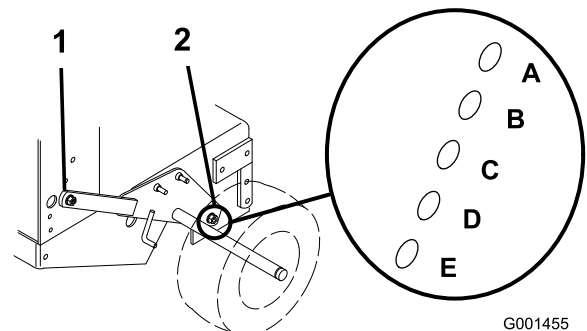

Figure 12
3. Desserrez, sans les enlever, les 2 boulons de pivot et les 2 boulons de réglage de l'essieu (Figure 12).
4. Placez un cric sous le bâti du moteur, au centre et à l'arrière. Soulevez l'arrière du bâti du moteur jusqu'à ce qu'il soit possible de déposer les 2 boulons de réglage de l'essieu avant (Figure 12).
5. Levez ou abaissez le bâti du moteur à l'aide du cric de sorte à pouvoir insérer les 2 boulons de réglage de l'essieu avant dans les trous voulus (Figure 12).